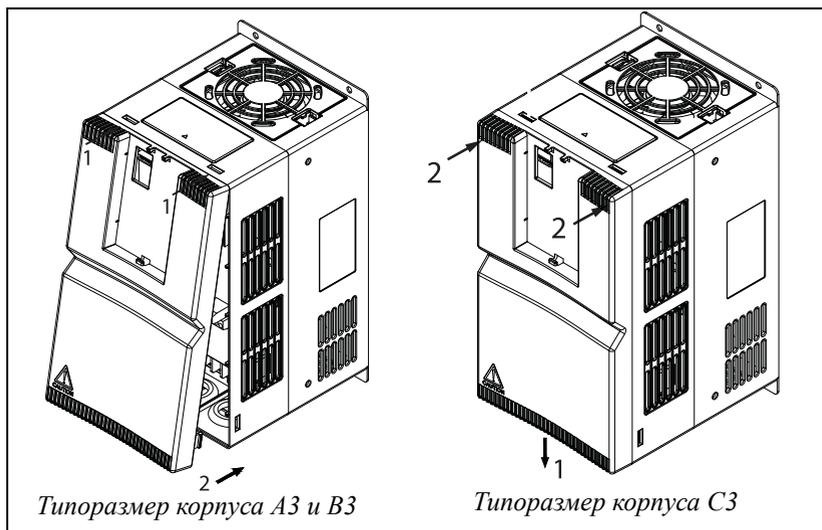

Рис. 13 Установка крышки
После завершения электромонтажных работ вставьте быстроразъемные защелки в верхней части крышки в пазы в центре корпуса, как указано под номером 1 на Рис. 13, а затем надавите на нижнюю часть крышки (2). Щелчок будет означать, что крышка встала на место.
После завершения электромонтажных работ вставьте быстроразъемные защелки в нижней части крышки, установите винт и быстроразъемные защелки в пазы в центре корпуса, как указано под номером 1 на Рис. 13, а затем надавите на верхнюю часть крышки (2). Щелчок будет означать, что крышка встала на место. Затяните винт от руки (позиция 1).